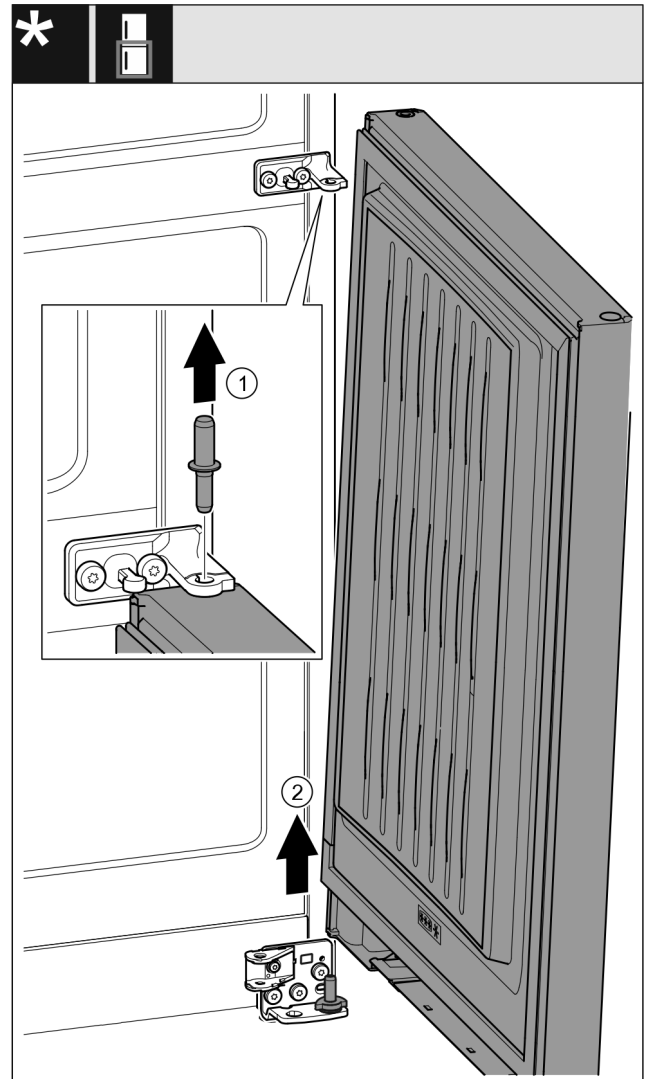

Fig. 20 Mit Schließdämpfer\*
- Bolzen Fig. 20 (1) nach oben herausziehen.\*
- Tür Fig. 20 (2) ausschwenken, nach oben ziehen und beiseitestellen.\*